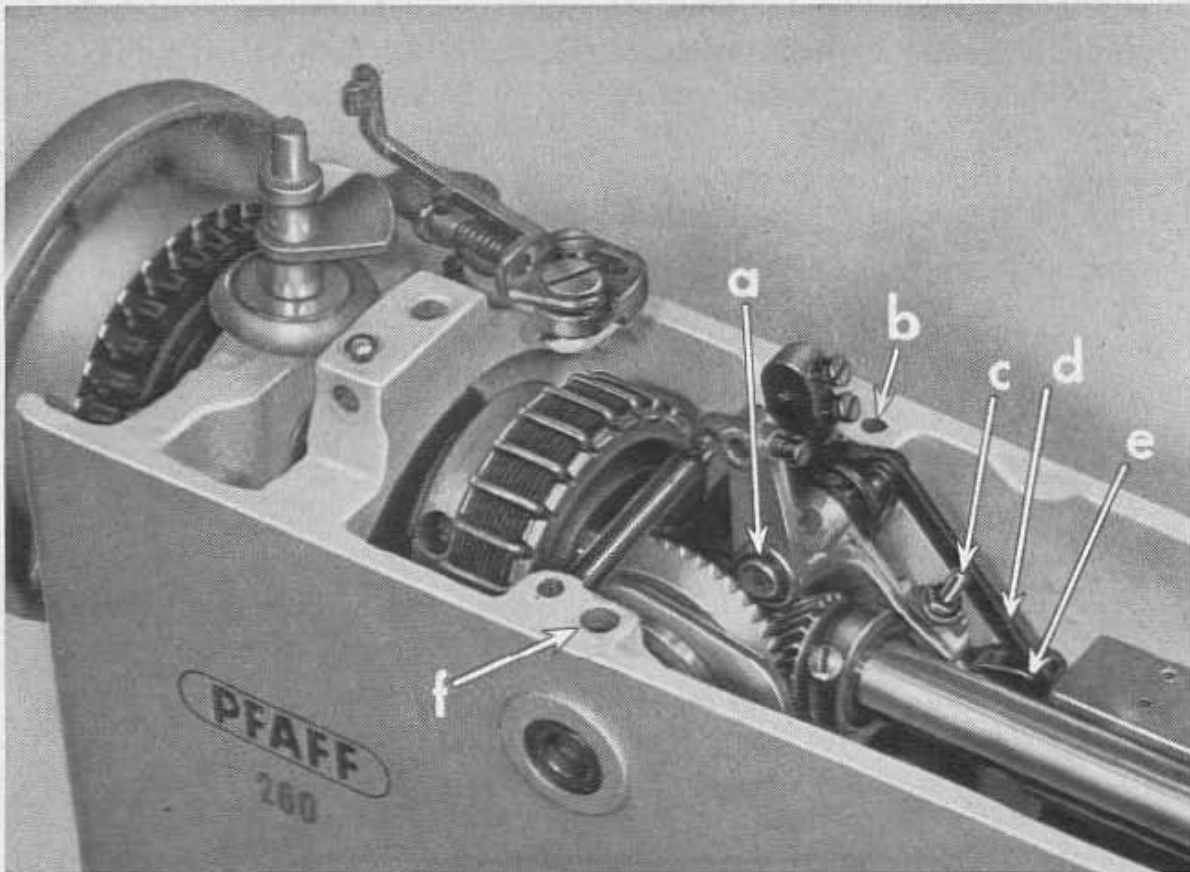

Abb. 102 Ausbau des Zickzackstich-Aggregates
- die Befestigungsschraube für das Zickzack-Einstellaggregat (von oben im Arm erreichbar) weit herausdrehen, Abb. 102 – b;
Gelenkbolzen-Befestigungsschraube b lösen und den Gelenkbolzen von innen nach außen herausdrücken. Abb. 102.